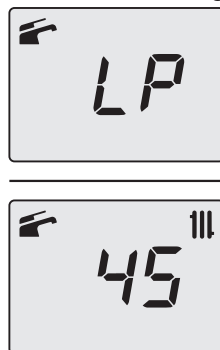

Figura 9.23
- Scorrere i vari parametri utilizzando i tasti 12 (indietro) o 14 (avanti) fino a far apparire sul display LCD le lettere **LP** che si alternano con il valore di temperatura dell'acqua di riscaldamento (es. **45**), indicanti l'entrata nell'attivazione della "funzione spazzacamino" alla potenza minima in sanitario (Figura 9.23).